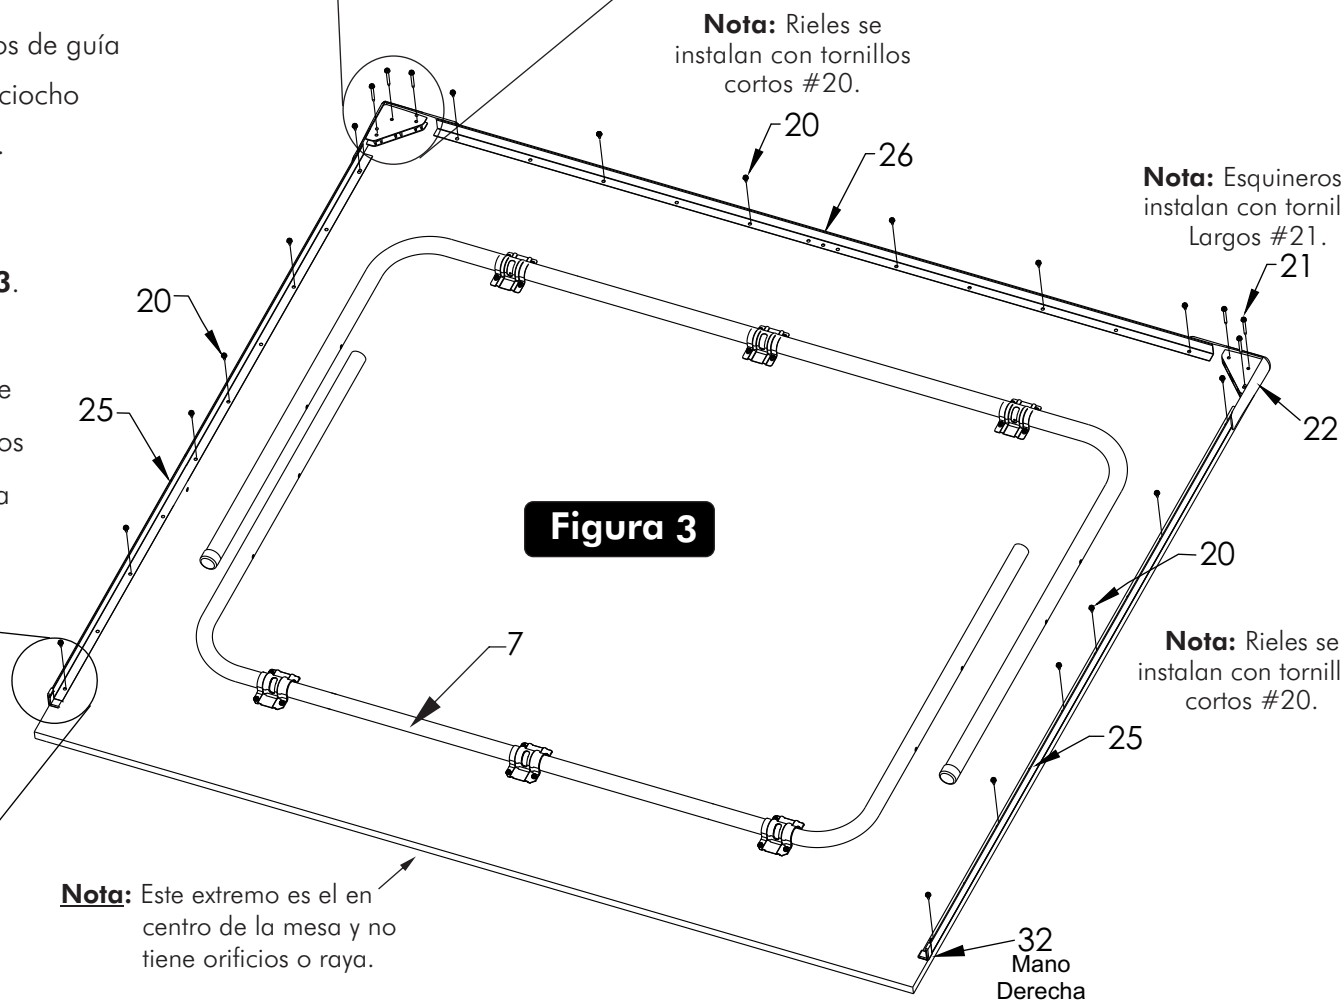

Figura 3
- Coloque los rieles #25 y #26 alrededor de los bordes del tablero, como están mostrados en la **Figura 3**.
- Alinie los orificios de los rieles con los orificios de guía del tablero, atornillelos y asegúrelos con dieciocho tornillos #20. Vea la **Figura 3** y **Detalle C**.
- Coloque los Protectores de Esquina #22 al tablero como están mostrados en la **Figura 3**. Si el protector de la esquina sobresale de la superficie del tablero, volteeó así que la parte más corta esté en contra del borde. Atornillelos y asegúrelos por la parte de abajo de la mesa con los tornillos #21. Vea el **Detalle D**.